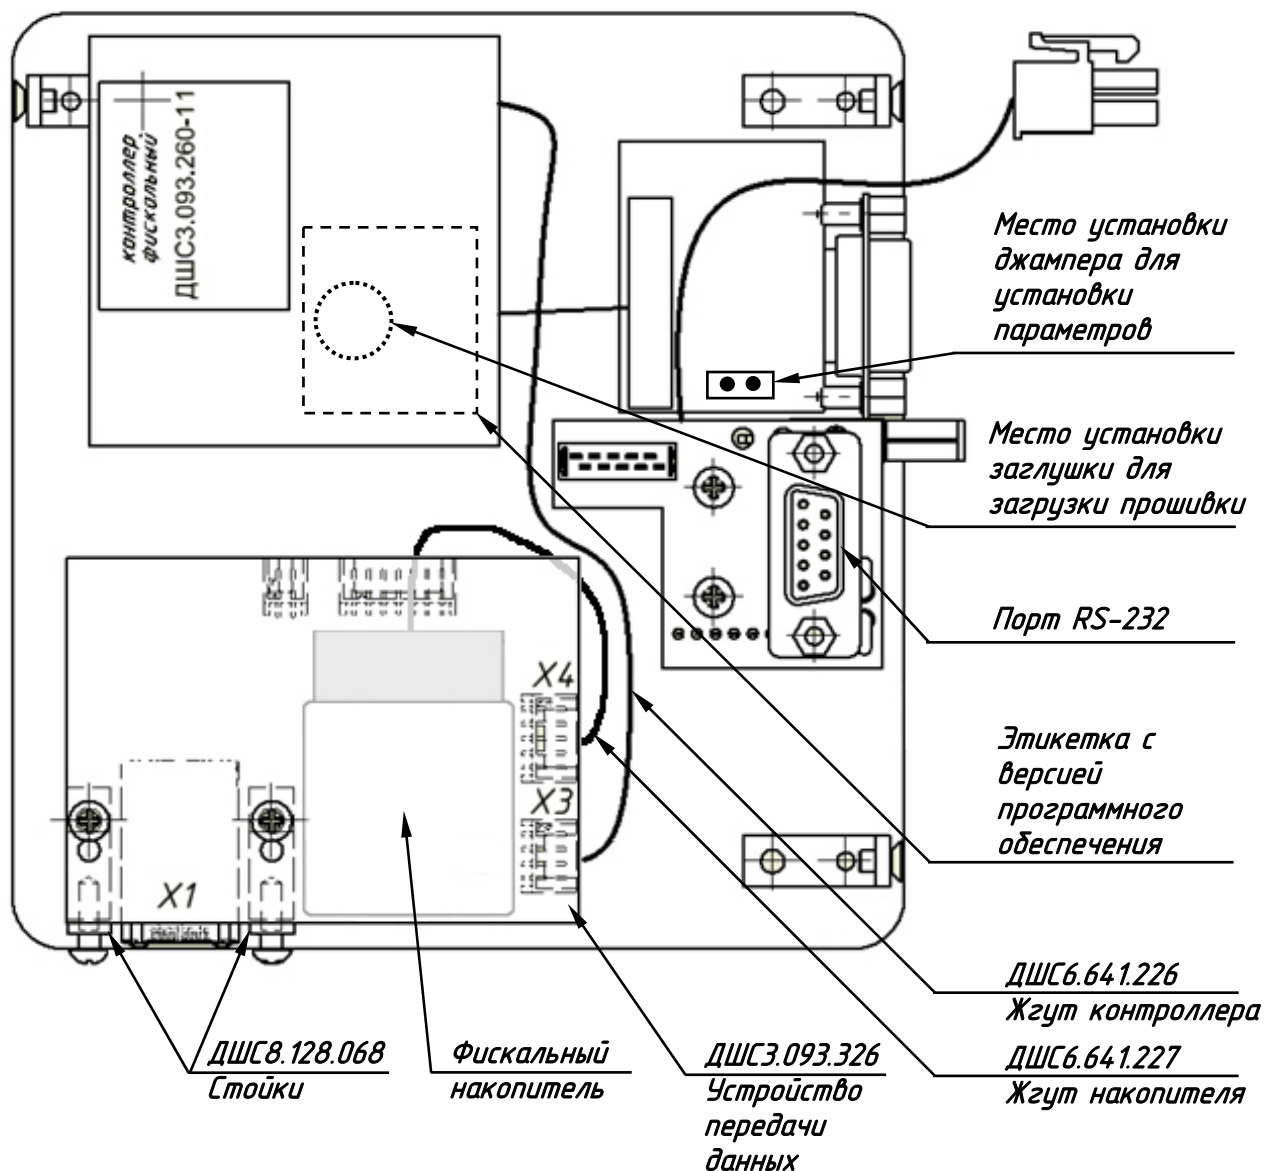

Рисунок 4.4 – Блок фискальный ДШС3.093.272-02. Установка устройств внутри блока.
- установить ФН на двухсторонний скотч на устройство передачи данных, и подсоединить жгуты (см. рисунок 4.4, на рисунке изображены узлы блока фискального ДШС3.093.272-01 доработанного до блока фискального ДШС3.093.272-02, для блока фискального ДШС3.093.272 изображение может отличаться);
- 4.7 Наклеить этикетку с версией программного обеспечения в место установки заглушки для загрузки прошивки (см. рисунок 4.4).
- подключить кабель интерфейсный RS-232 к разъему «RS-232» ККМ и к COM-порту ПК (см. рисунок 4.4);
- на контроллер фискальный ДШС3.093.260-xx установить заглушку ДШС6.433.018 для загрузки прошивки (см. рисунок 4.4), предварительно сняв этикетку с версией программного обеспечения;
- включить питание ККМ. Для этого разъем кабеля питания подключить к разъему питания (см. рисунок 4.4).